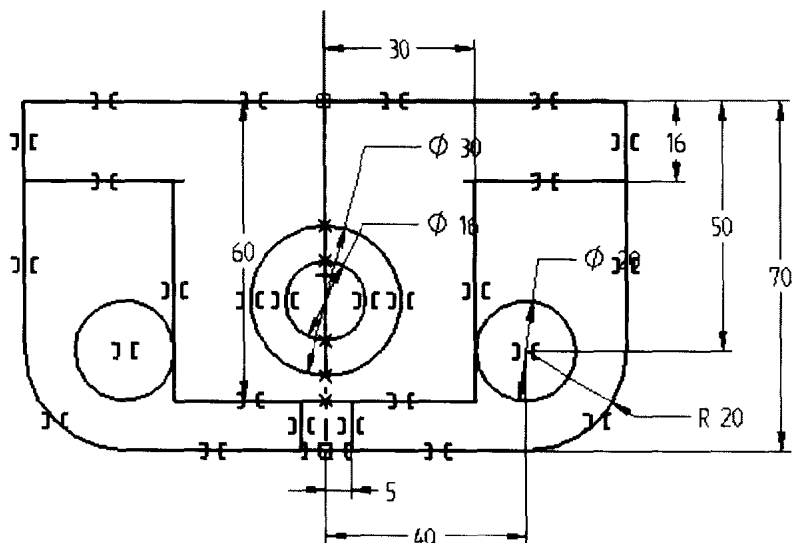

图 1-26
6. 选择镜像命令 , 镜像后的二维草图轮廓如图 1-26 所示。